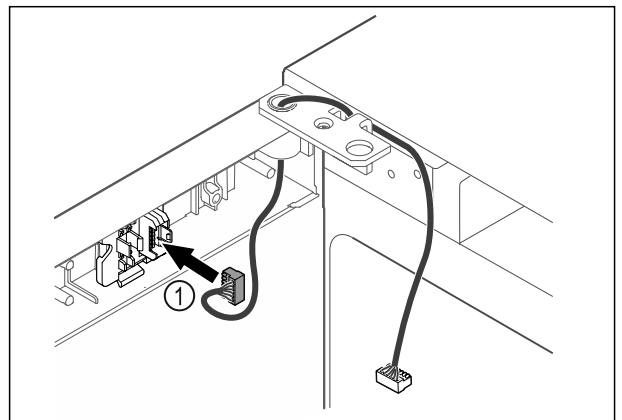

Fig. 41
- ▶ Įkiškite kištuką Fig. 41 (1) į kištuko laikiklį.